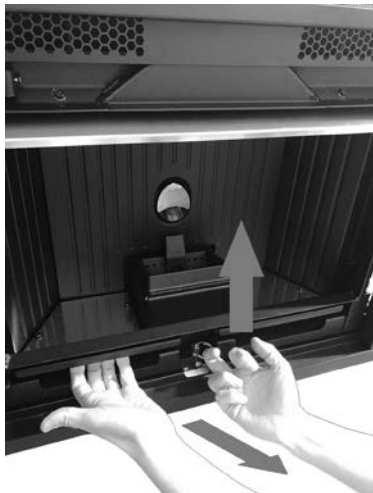
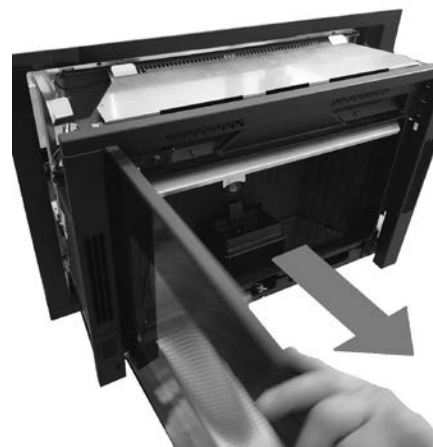

Fig. 18 - Podnieść haczyk.
Fig. 19 - Wyjmowanie korpusu maszyny
- Podnieść haczyk (patrz **Fig. 18**) i mocno pociągnąć do siebie korpus maszyny (patrz **Fig. 19**).